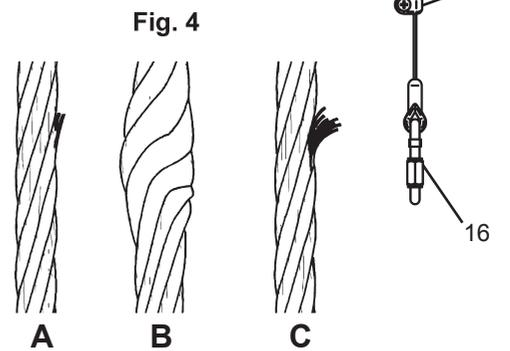

Fig. 4
**Para comprobar los cables con respecto a los criterios de deshecho (sustitución cable), tomen como referencia la norma ISO 4309:2011. (Véase Fig.4 para algunos ejemplos).**